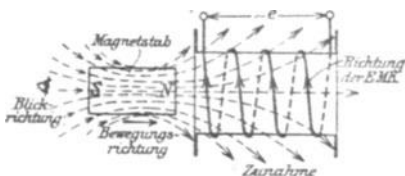

Abb. 50. Erläuterung zur Bestimmung der Richtung des Induktionsstromes in einer Spule.
2. Bringt man eine Drahtschleife, die mit einem Galvanometer verbunden ist, in ein magnetisches Feld, so zeigt das Galvanometer einen Ausschlag an, wenn sich die von der Drahtschleife umschlossene Kraftlinienzahl ändert. Wie die Änderung zustande kommt, ist gleichgültig. In Abb. 50 ist ein Magnetstab mit seinen Kraftlinien dargestellt, der auf eine Spule zu bewegt wird. In den Windungen entsteht eine EMK, die in dem durch das Galvanometer geschlossenen Stromkreis den Strom hervorruft, der den Ausschlag erzeugt.
Blickt man in der Richtung der Kraftlinien auf die Spule (d. h. sieht man den Südpol des Magneten an), so entsteht bei einer Zunahme der Kraftlinien eine EMK, die bei geschlossenem Stromkreise einen Strom im entgegengesetzten Drehungssinne des Uhrzeigers, bei einer Abnahme im Drehungssinne hervorruft (Vgl. Abb. 50, die einer Zunahme der Kraftlinien entspricht.)
wo Φ die Anzahl der Kraftlinien, ausgedrückt in Maxwell, die zur Zeit t von den w Windungen umschlossen werden, bezeichnet. Nimmt Φ zu, so ist $d\Phi$ positiv, demnach e negativ, d. h. der im geschlossenen Stromkreis entstehende Strom fließt für den Beschauer in Abb. 50 im entgegengesetzten Sinne des Uhrzeigers.
132. Der in Aufgabe 115 beschriebene Magnetstab von 2 cm Durchmesser wird, wie dort angegeben, von 5000 Maxwell durchsetzt. Derselbe wird rasch, aus großer Entfernung, in eine Spule (Induktionsspule genannt) hineingestoßen (vgl. Abb. 50), so daß Spulenmitte und Stabmitte zusammenfallen. Die Induktionsspule besitzt 500 [800] Windungen und 2 [10] Ω Widerstand.
Das Zeichen — sagt aus, daß der Strom für den Beschauer im entgegengesetzten Sinne des Uhrzeigers fließt (siehe Abb. 50).